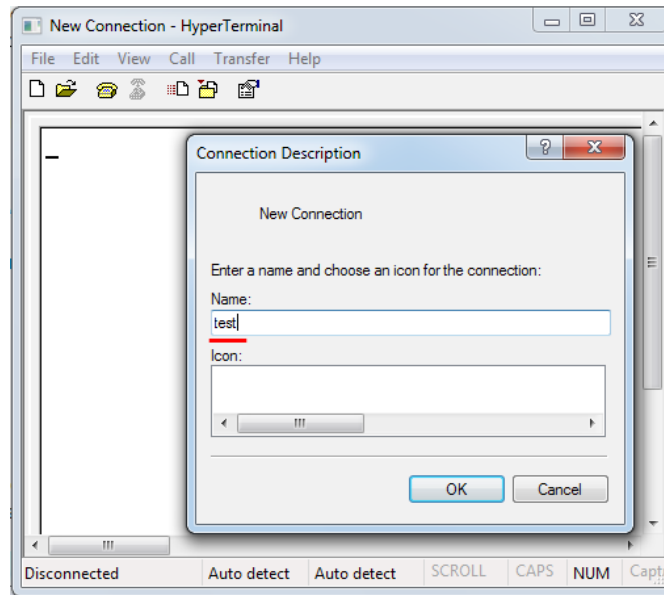

Рис.24. HyperTerminal. Создание нового соединения.
2. Создайте новое соединение (*File > New Connection*). В окне соединения укажите название соединения (например, *test*) (Рис.24).